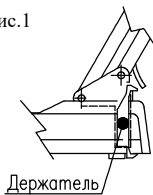

Рис.2
- 5.4. Вставить в струбицу или отверстие подставки стойку с плафоном. При установке светильника в подставку зафиксировать стойку с плафоном при помощи держателя, входящего в комплект подставки. Держатель установить со стороны основания подставки в соответствии с рис. 2.